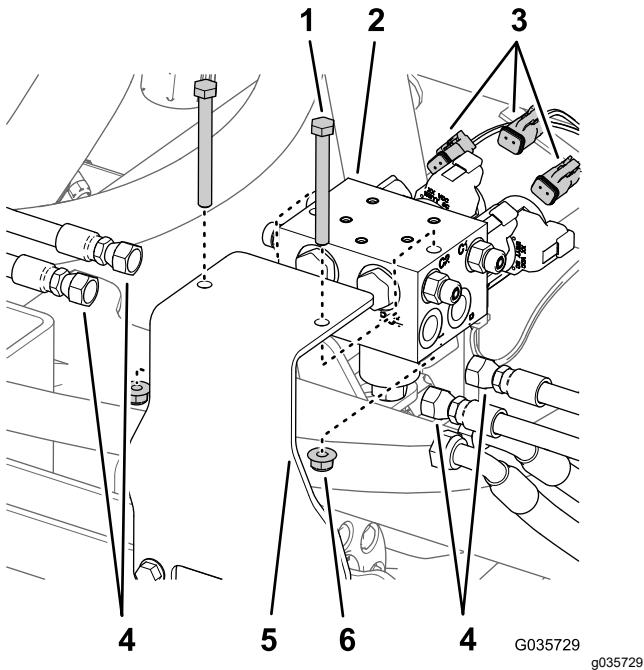

Figura 12
- Indicate i flessibili collegati al collettore del cilindro di sollevamento (porte C1, C2, C3 a C4) e staccateli dal collettore del cilindro (Figura 12).
- Scollegate i connettori del cablaggio preassemblato posteriore dai solenoidi del collettore del cilindro di sollevamento (Figura 12).
- Rimuovete il collettore del cilindro di sollevamento dalla staffa di montaggio rimuovendo 2 bulloni e 2 dadi di bloccaggio (Figura 12).